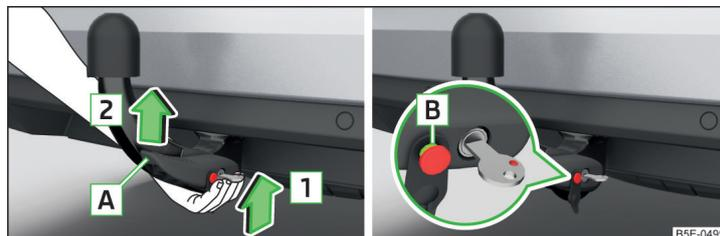

Abb. 164 Kugelstange einsetzen / Auslösebolzen in ausgefahrenem Zustand
- › Die Kugelstange **von unten** » Abb. 164 fassen und in den Aufnahmeschacht in Pfeilrichtung **1** bis zum hörbaren Einrasten einsetzen » **!**.